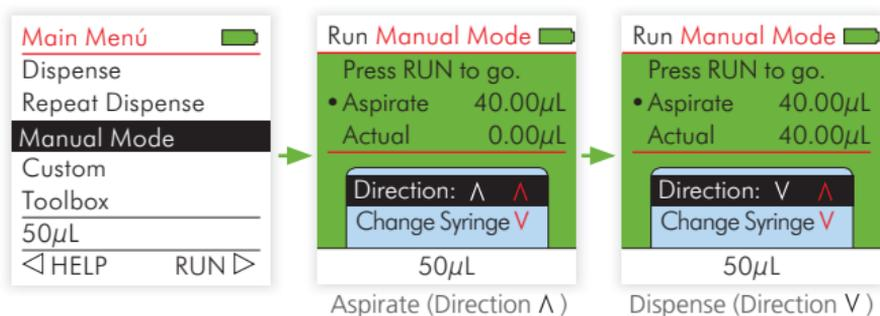

Figura 24. Dirección de Émbolo en Modo Manual
**Dirección:** Cambie de dirección el movimiento del émbolo seleccionando la opción de Dirección en el menú de Acceso Rápido y presione OK. La anotación de  $\Lambda$  (Aspirate) y V (Dispense) irá a cambiar (Figura 24).